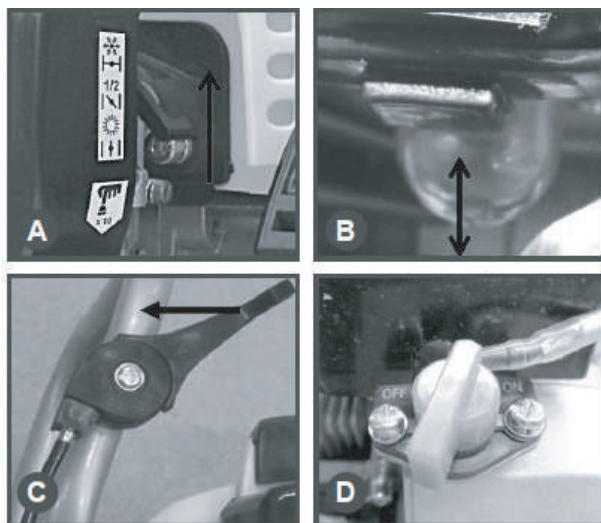

Рис. 7 А - рычаг воздушной заслонки, В - ручной топливный насос, С - рычаг газа, D - выключатель зажигания
2. Закройте воздушную заслонку. Для этого рычаг заслонки переведите в верхнее положение (Рис. 7А).
3. Рычаг газа установите в среднее положение (Рис. 7С).
4. Нажмите на ручной топливный насос 5-10 раз, до появления в нем топлива. (Рис. 7В).
2. Дайте двигателю мотопомпы поработать без нагрузки в течение 15-20 секунд, затем заглушите двигатель, установив выключатель зажигания в положение «OFF» (Рис. 7 D).